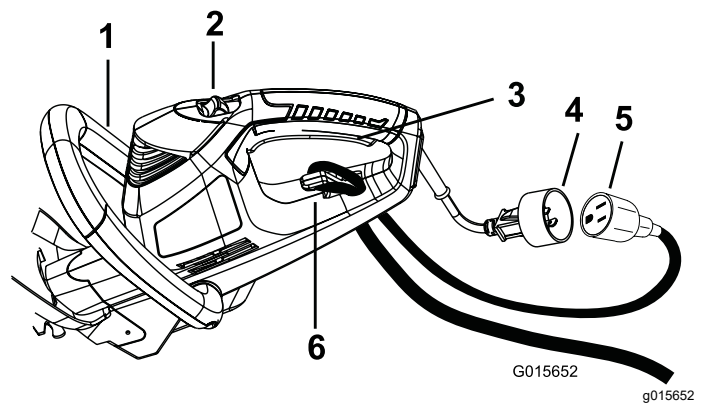

Figure 1
4. Reliez l'appareil à la rallonge électrique (Figure 1).
2. Fixez le cordon d'alimentation au taille-haie (Figure 1).
4. Poussez le commutateur de verrouillage en arrière, vers vous, et serrez la poignée d'actionnement pour mettre le taille-haie en marche (Figure 1). Le taille-haie fonctionne tant que vous serrez la poignée d'actionnement. Vous pouvez relâcher le commutateur de verrouillage lorsque le taille-haie a démarré.
1. Relâchez la gâchette (Figure 1).